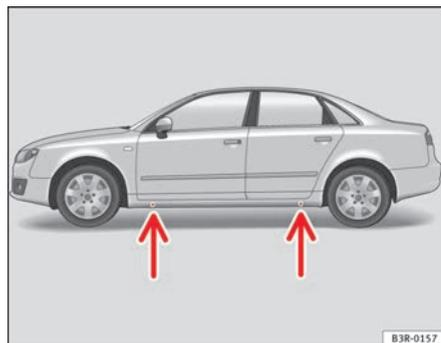

Fig. 179 Changement de roue : Points d'appui du cric.
- Localisez le **point d'appui** le plus proche de la roue défectueuse sur le bas de caisse ⇒ fig. 179 -flèches-.
Des empreintes sur le bas de caisse du véhicule à l'avant et à l'arrière indiquent les points d'appui du cric ⇒ fig. 179 -flèches-. Un emplacement a été prévu pour chaque roue. Le cric ne doit pas être positionné à d'autres endroits.